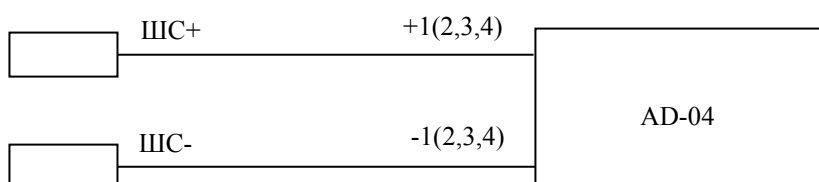

Рис.5.11.
5.4.26. Схема подключения к БУ одного из четырех каналов адаптера AD04 для управления слаботочными исполнительными устройствами (28В/0,1А) приведена на рис. 5.11.